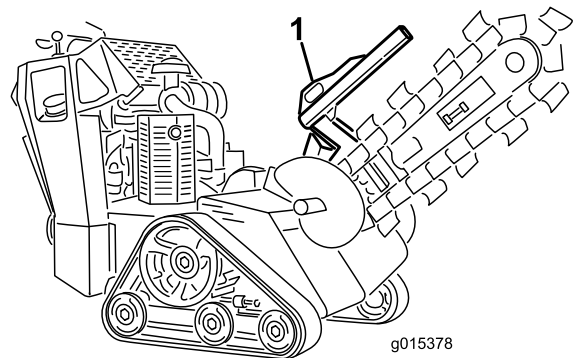
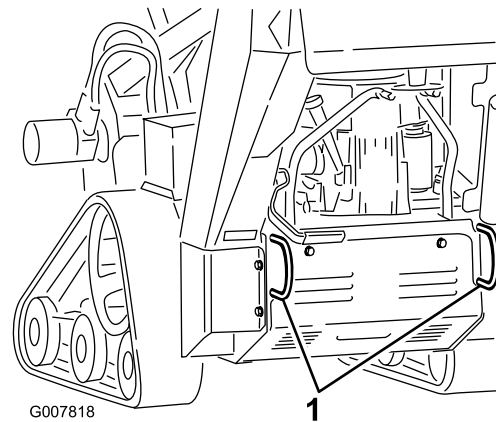

Figura 18
Figura 19
3. Sujete la máquina a un remolque con cadenas o correas usando los puntos de amarre/izado situados en la parte delantera y trasera de la máquina (Figura 18 y Figura 19). Consulte en la normativa local los requisitos aplicables al remolque y al sistema de amarre.
Puede izar la máquina usando los puntos de amarre/izado (Figura 18 y Figura 19).